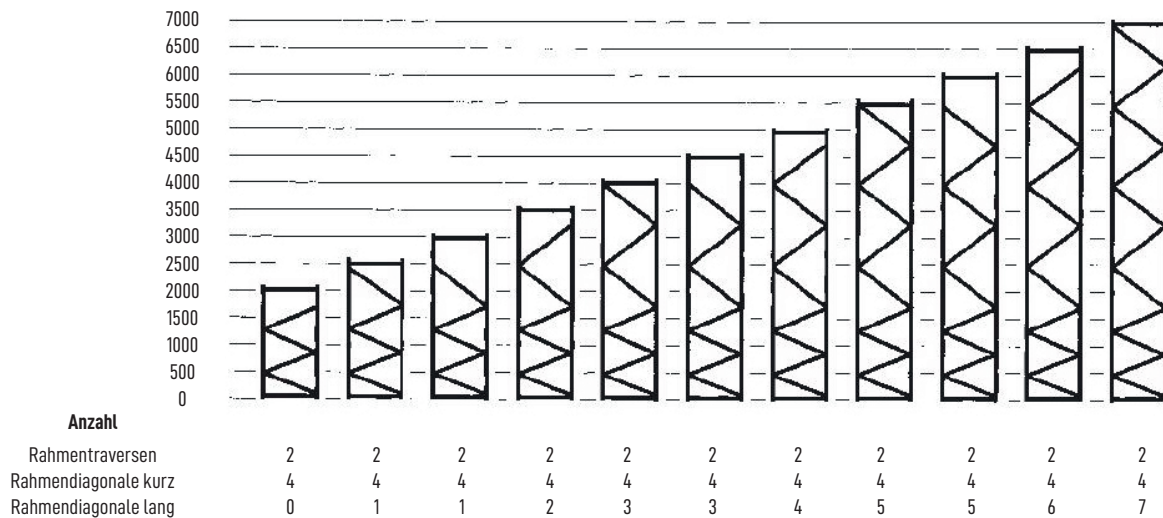

Abbildung 14
f) Werden die Gänge mit Transportgeräten (Hubwagen) befahren sind die Regalpfosten mit Rammenschutz gegen Beschädigung zu schützen (Abb. 14).